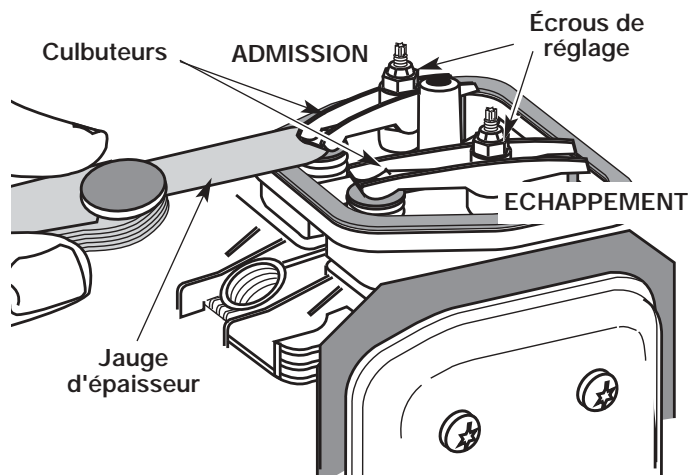

Fig. 66
9. Glissez la jauge d'épaisseur entre le culbuteur et le ressort de rappel de la soupape. Mesurez le jeu entre la tige de soupape et le culbuteur (Fig. 66). Faites-le pour les soupapes d'admission et d'échappement.
L'écart de jeu recommandé pour l'admission et l'échappement est de 0,076 – 0,152 mm (0,003 – 0,006 po). Servez-vous d'une jauge d'épaisseur d'automobile standard de 0,127 mm (0,005 po). La jauge d'épaisseur devrait pouvoir glisser entre le culbuteur et la tige de soupape en rencontrant une faible résistance mais sans coller (Fig. 66 & 67).